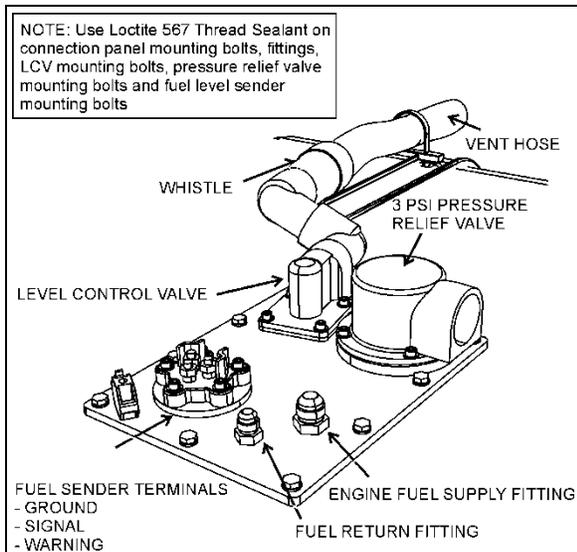

FIGURA 17: PANEL DE CONEXIÓN DEL TANQUE DE COMBUSTIBLE
4. Desconecte los cables eléctricos del emisor de nivel de combustible (3 cables). Antes de desconectar, identifique los cables y la terminal adecuada en el emisor de nivel de combustible como referencia para reinstalación (Figura 17).